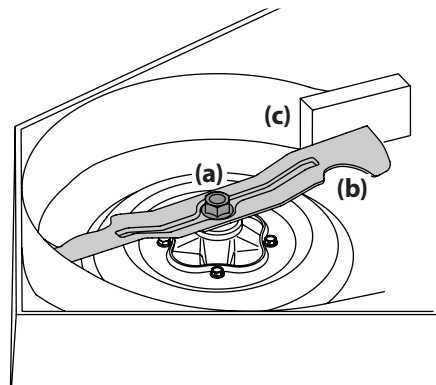

Figure 4-20
2. À l'aide d'une clé de $\frac{15}{16}$ ", retenez l'écrou sur le haut de la fusée, puis desserrez l'écrou hexagonal (a) qui fixe la lame (b) à la fusée. Pour desserrer plus facilement l'écrou hexagonal (a) qui fixe la lame, placez un petit bloc de bois (c) entre le plateau de coupe et le tranchant de la lame (b). Voir Figure 4-20.